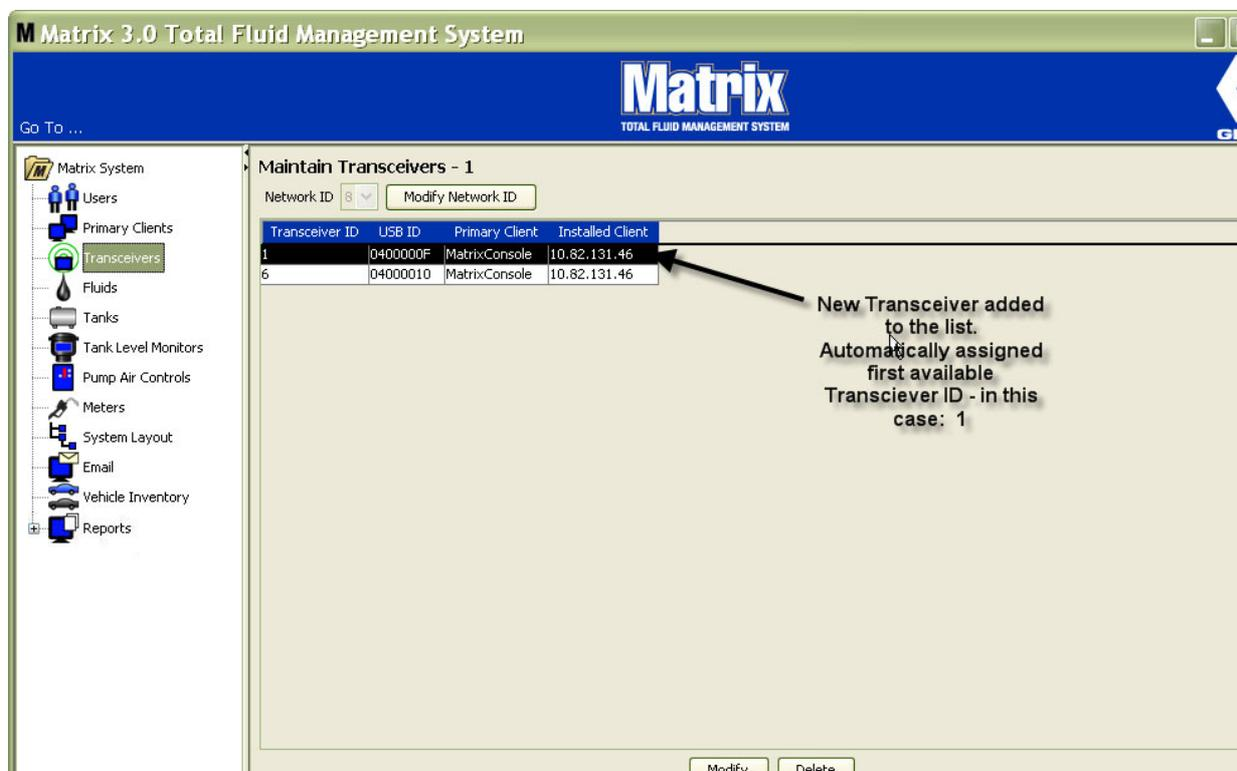

ABB. 86
1. Wenn ein Sendempänger am USB-Port des PC angeschlossen wird, wird er der Liste automatisch an oberster Stelle hinzugefügt, und ihm wird die erste verfügbare Sendempänger-ID-Nummer zugewiesen, wie in ABB. 86 gezeigt. Durch Trennen oder Abschalten des Sendempängers verschwindet der Sendempänger nicht von der Liste mit Sendempängern; allerdings führen beide Vorgänge dazu, dass die über das Gerät geleitete Kommunikation mit sofortiger Wirkung unterbrochen wird.